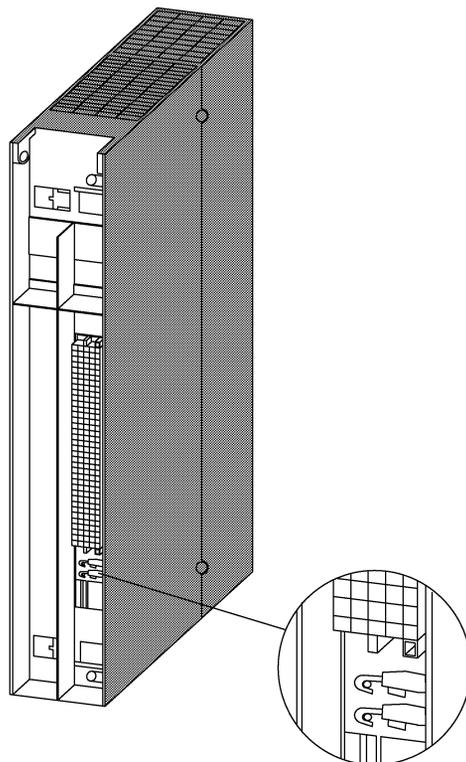

Figure 7-1 Emplacement des straps sur le boîtier d'adaptation
- 1) Vérifiez que les straps sont raccordés au dos du boîtier d'adaptation (état à la livraison). Ces straps servent à des fins de test et doivent toujours être raccordés. Leur emplacement est indiqué sur la figure 7-1 ci-dessous.